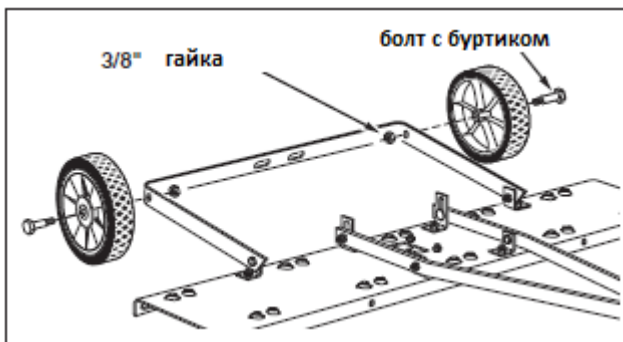

Рис. 6
12. Установите колеса на кронштейне оси и закрепите при помощи двух болтов с буртиком и двух гаек 3/8". **Затяните** (рис. 6).